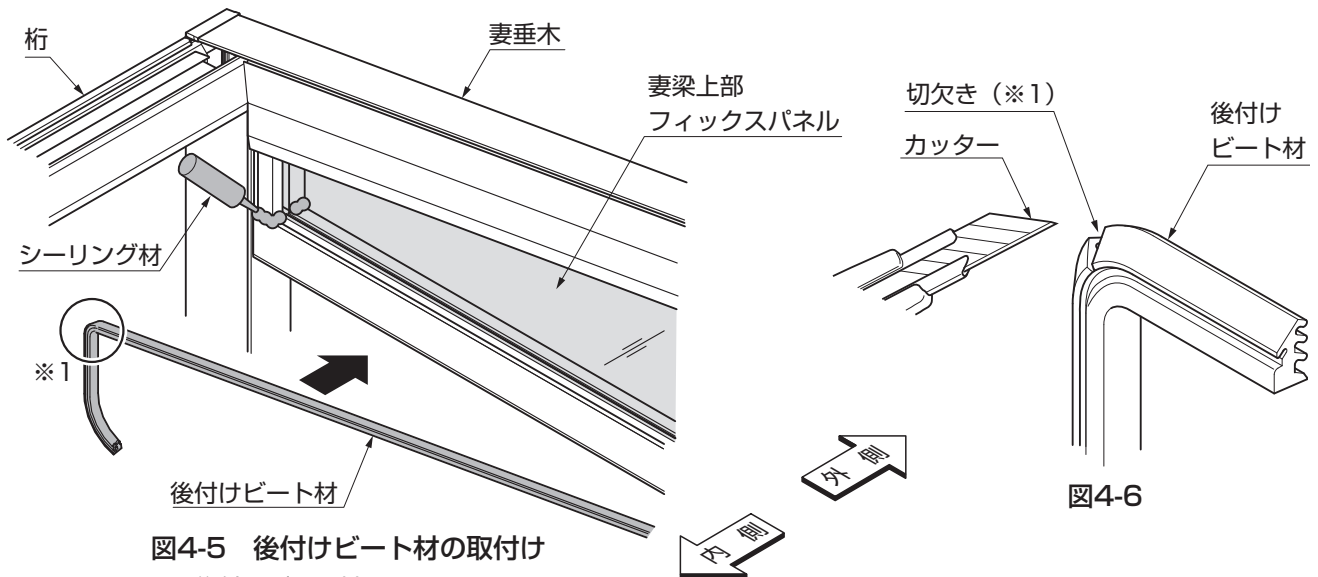
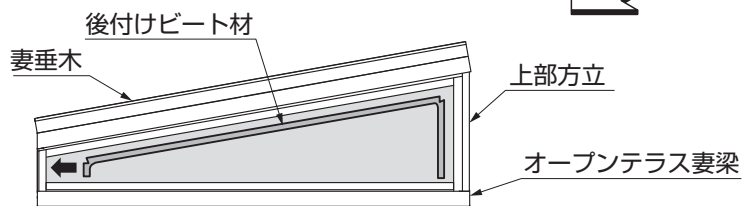

図4-5 後付けビート材の取付け
図4-7 側面図
③後付けビート材をはめ込んでください。(図4-5、図4-7参照)